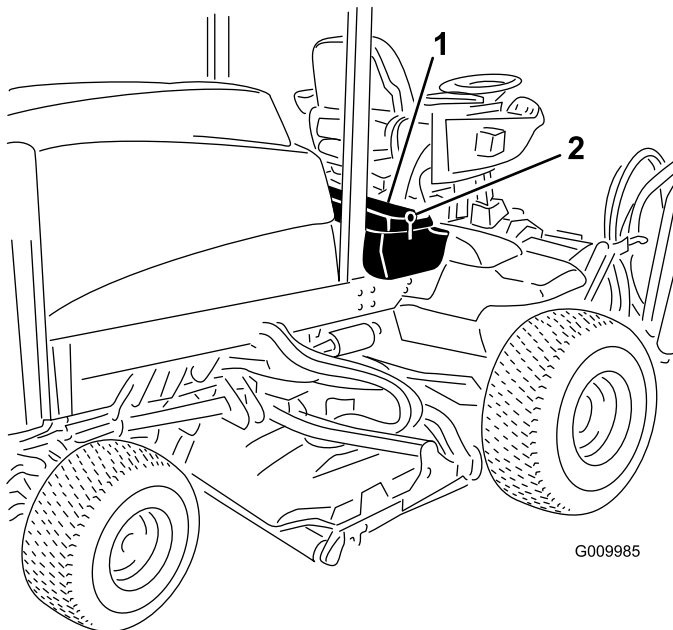

Figure 6
1. Déverrouillez et soulevez le couvercle du compartiment de la batterie (Figure 6).